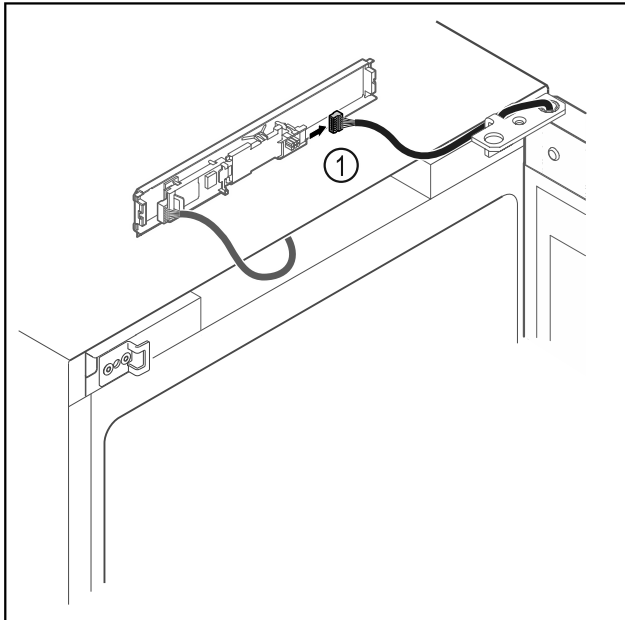

Fig. 14
- ▶ Ištraukite iš plokštės kištuką Fig. 14 (1).